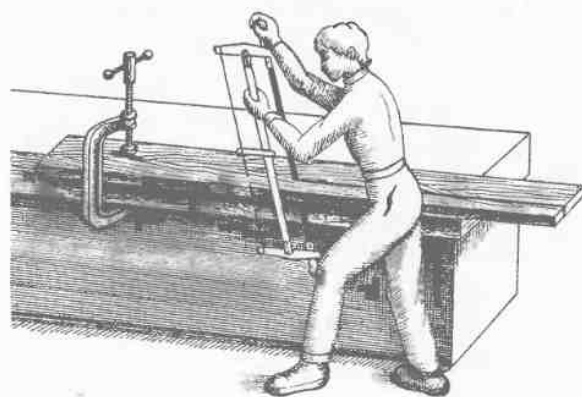

Рис. 64. Отпиливание рейки продольной лучковой (распускной) пилой
**Продольные пилы.** По своей форме и конструкции продольные пилы могут быть в виде ножовки или лучковой пилы. Они применяются для распиливания небольших заготовок вдоль древесины, а в случае отсутствия циркулярной пилы приходится пилить ими вдоль и длинные доски или бруски. С этой целью лучше использовать так называемые *распускные* пилы с широким (45—55 мм) полотном и крупными зубьями. Учитывая большой объем работы с такими заготовками, пилить (или «распускать» заготовку) лучше стоя, направляя пилу двумя руками (рис. 64). Обычно правая рука держит пилу за ручку или стойку около ручки, а левая — за стойку или средник (как удобнее). Конец доски при этом прижат струбциной к верстаку. Целесообразно так развернуть ручки вместе с полотном пилы, чтобы станок пилы оказался повернут под прямым углом к доске или больше, с направлением вперед. Тогда он не будет задевать за левую ногу при маховых движениях пилой. Дело в том, что продольная пила легче пилит, когда ее полотно направляется под острым углом к плоскости доски, а не перпендикулярно к ней (вспомним конструкцию зуба — он